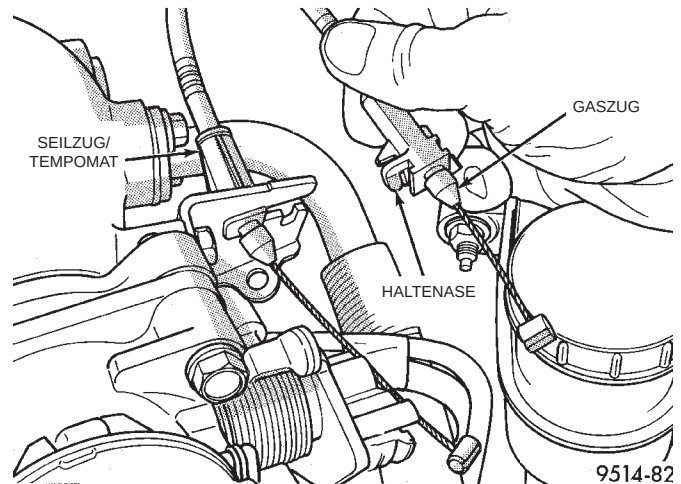

Abb. 32 Gaszugbefestigung
(11) Die Haltenase nach unten auf den Gaszug drücken und dann den Gaszug aus der Halterung ziehen (Abb. 32).
(12) Den Seilzug/Tempomat (je nach Ausstattung) aus der Halterung ziehen (Abb. 32).